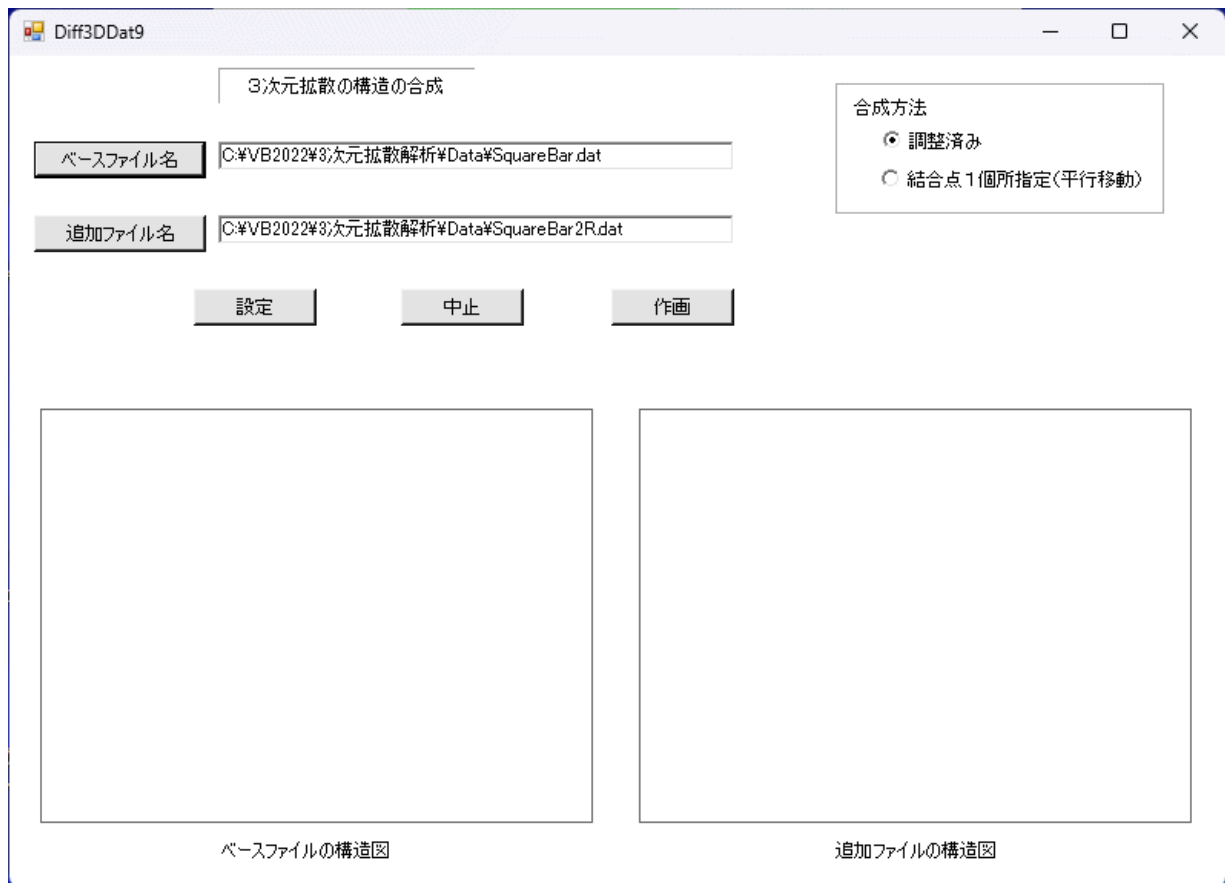

図4-40 合成ファイル設定画面（作画前）
1) サブメニューの「構造の合成」を選択すると、図4-40の合成ファイル設定画面となります。
① 同画面で、ベースファイルと追加ファイルを設定します。「ベースファイル名」ボタン、または「追加ファイル名」ボタンをクリックすると、コモンダイアログでファイルを開く画面となり、それぞれの構造データファイルを選定して読み込みます。
② 合成方法として、「調整済み」、「結合点1個所指定（平行移動）」のいずれかを選択します。